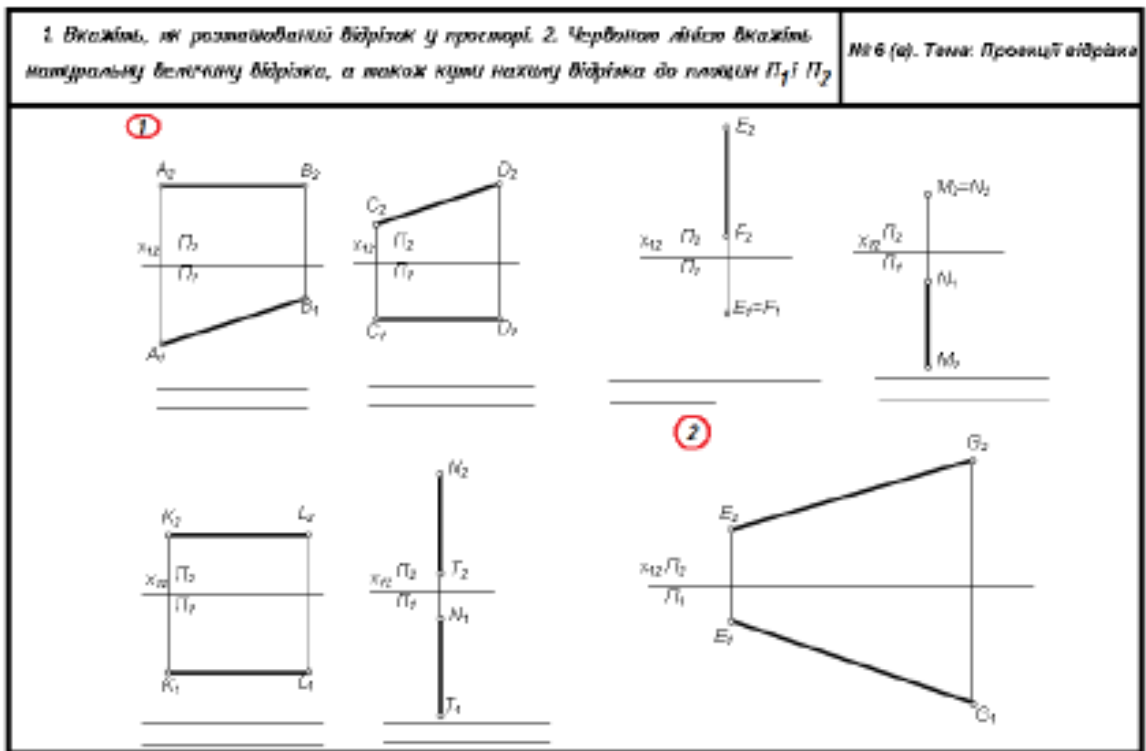

Рис. 6 – завдання № 2 в.
- У наступному завданні (рис. 6) треба написати назви прямих, які положення вони займають у просторі по відношенню до площин проекцій, шрифтом № 3,5.